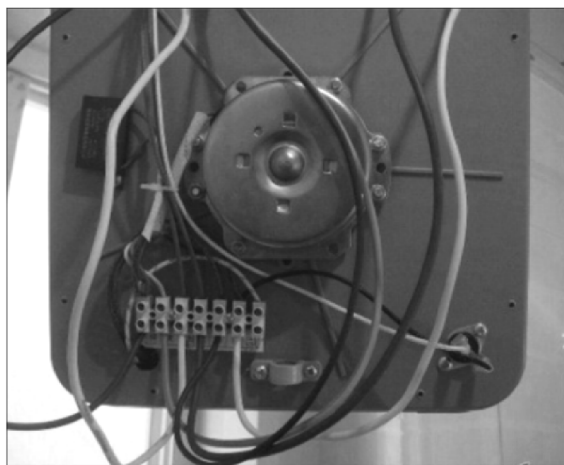

图 7-12 固定接线柱
4) 按接线图所示的顺序将接线端与浴霸接线柱进行固定, 依次将其他接线端进行固定连接, 如图 7-12 所示, 将连接完成的面板盖上接线柱罩, 用螺钉将接线柱罩固定。